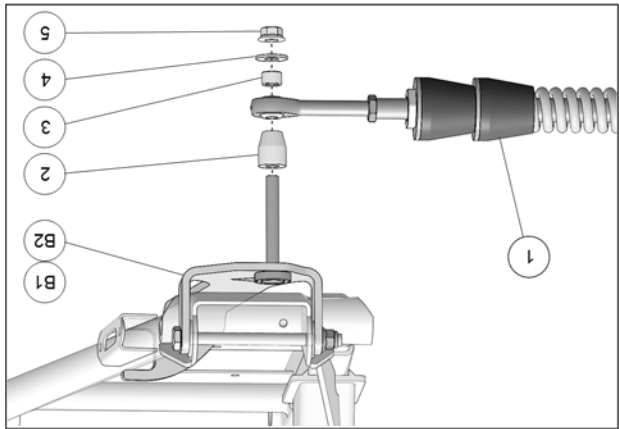

Fig. 13
12. Fixer le bras stabilisateur (1) à l'ancrage de suspension (B1-B2) à l'aide de l'espaceur long (2), de l'espaceur court (3), de la rondelle (4) et de l'écrou autobloquant (5). Serrer à un couple de 70 N•m [52 lb•pi]. Voir la Fig. 13